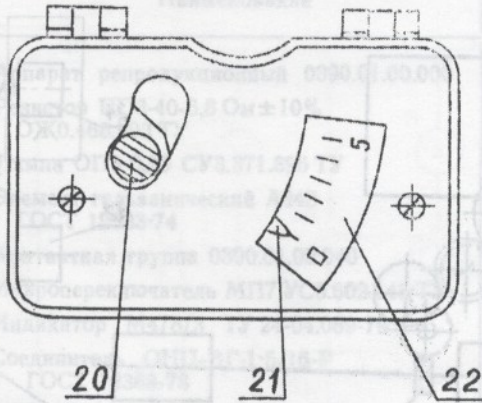
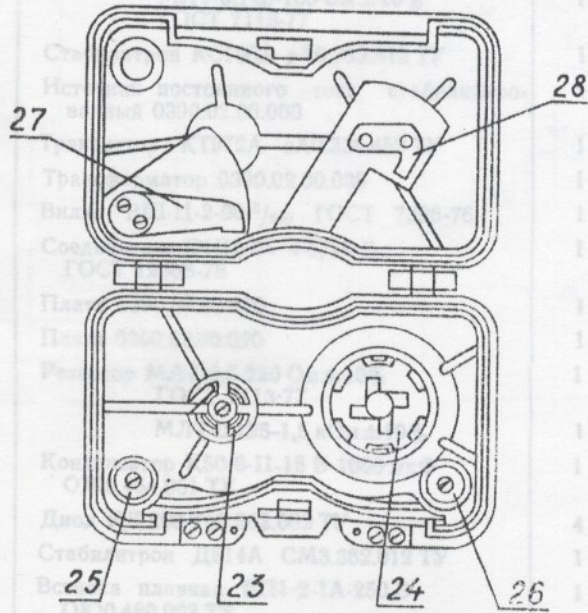

Рис. 4
Рис. 5
5.2. Кассета является легкоъемным узлом аппарата, она предназначена для перемотки пленки при съемке и предохранения ее от засвечивания при транспортировке. Внешний вид кассеты показан на рис. 4. На крышке кассеты имеется два окна. В левом окне расположена кнопка 20 замка кассеты, в правом — стрелка 21 и шкала метража неэкспонированной пленки 22. Если кнопку 20 подать вверх до упора, то крышка кассеты откроется.
В корпусе кассеты (рис. 5) расположены подающая бобышка 23, приемная бобышка 24 и направляющие ролики 25, 26.
6.1. Зарядка кассеты. Зарядку кассеты производите в темной комнате. Для этого кнопку 20 (рис. 4) отведите вверх по упору, откройте крышку. С оси снимите подающую бобышку 23 (рис. 5) и намотайте на нее 5 метров пленки эмульсией внутрь, предварительно заправив конец пленки в прорезь бобышки. Оденьте подающую бобышку на ось и произведите зарядку пленки в кассете согласно схеме, изображенной на рис. 11. Закрепите конец пленки на приемной бобышке.
Крышку кассеты закройте, при этом она автоматически запирается. Рычаг 27 (рис. 5) прижимается к наружному диаметру рулона пленки и стрелка 21 (рис. 4) указывает по шкале 22 (рис. 4) количество заряженной пленки в метрах.
Во избежание поломки задерживающей пружины 28 (рис. 5) не допускается вращение шпинделя приемной бобышки против направления стрелки на корпусе кассеты.